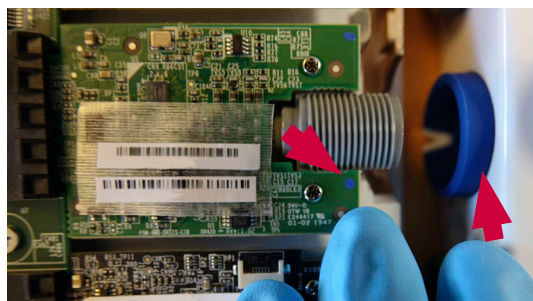

Bild 19 Färgmarkeringen på VDI-kortet måste matcha färgringen
e) Säkerställ att färgringen på höljets baksida har samma färg som indikeringen på VDI-kortet (bild 19)
När höljets baksida ska sättas tillbaka, se till att färgmarkeringarna på VDI-korten (bild 19) matchar färgringarnas placering.